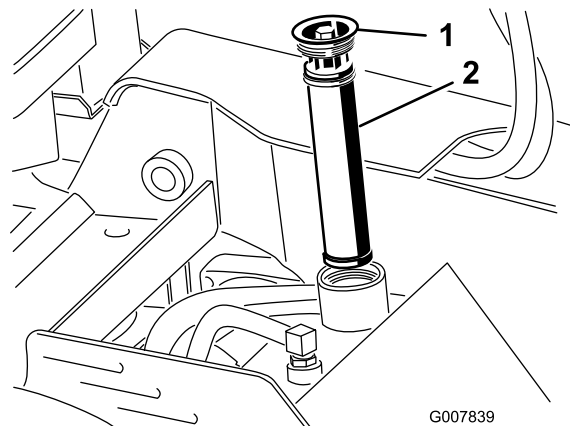

Bild 61
5. Reinigen Sie den Bereich um den Einfüllstutzen des Hydraulikbehälters und nehmen Sie den Deckel und den Filter mit einem Sechskantschlüssel aus dem Einfüllstutzen (Bild 61).